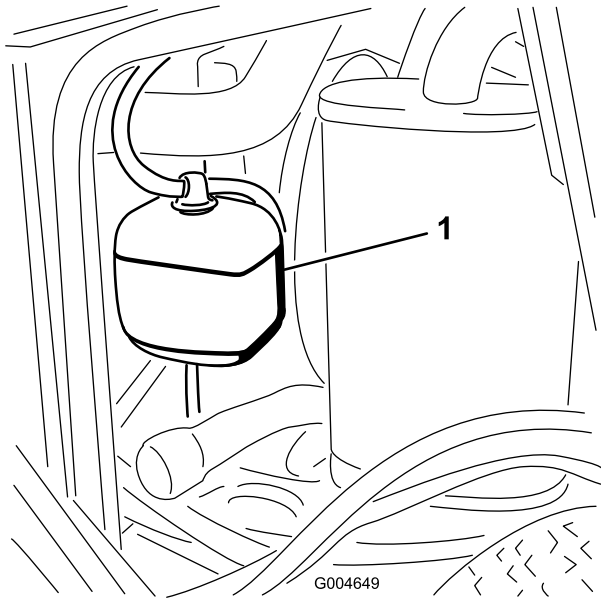

Bild 54
1. Prüfen Sie den Kühlmittelstand im Ausdehnungsgefäß (Bild 54). Er muss sich zwischen den Marken an der Seite des Gefäßes befinden.